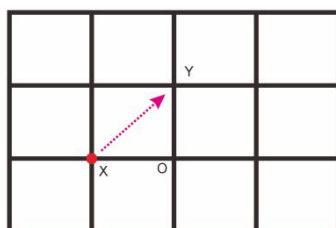
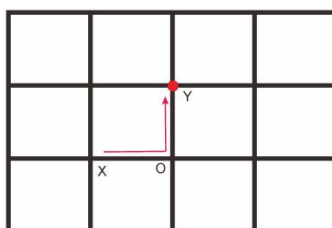
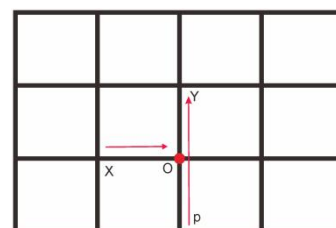

图 2 X 运送到 Y
图 3 错误走法之一
图 4 正确走法之一
2) 在运动的过程中，机器人只能推动“产品”直线运动，不能带着“产品”拐弯后送到另外一条直线上（方格区四个边角的圆弧线的交叉点除外）。如图 2，要将道具从 X 点运送到 Y 点，错误和正确的走法之一如图 3、图 4 所示：